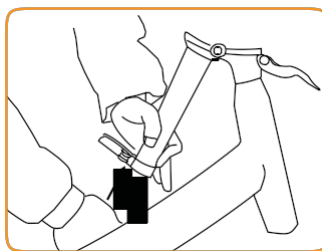

Fig. 5.5
7. En option : rentrez le guidon en le faisant coulisser (fig. 5.5)